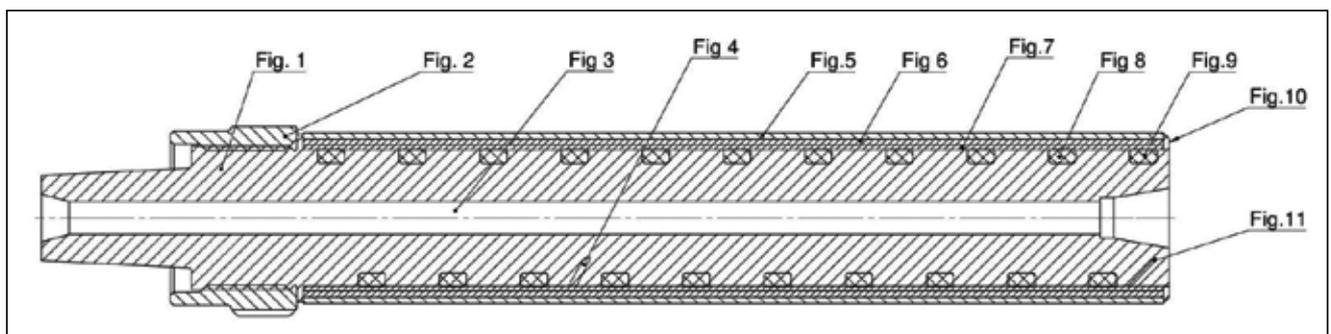

Bild 4: Aufbau der Niedrigenergie Düse.
Der Versuch eines Kunden des Unternehmens zeigt auf, dass mit der neuen Düse der Stromverbrauch um 50 bis 70 % (die 70 % ist eine Angabe des Kunden) im Vergleich zu herkömmlichen Düsen gesenkt werden kann (Bild 4).
- Fig.4 Ausnehmung für Düsenkörper-Fühler
Der zweite Fühler (Fig.4) ist gelb gekennzeichnet und befindet sich mittig der